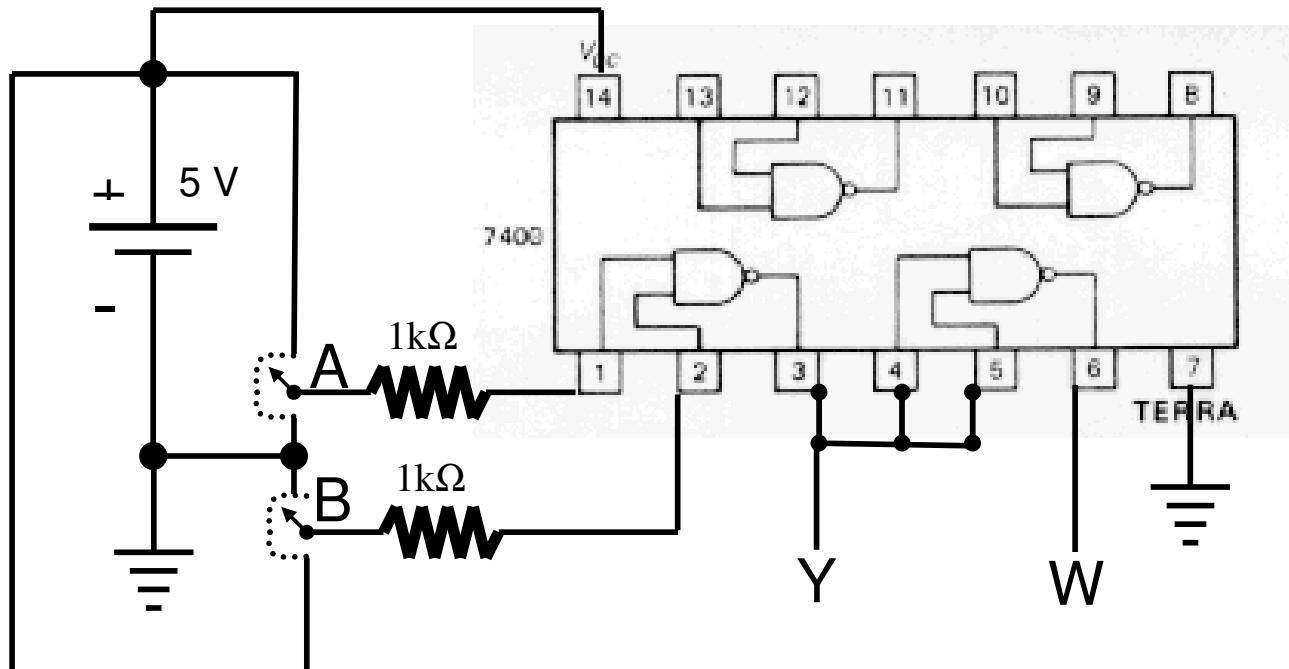

Figura 2 : Montagem para a Experiência 2.
1. Monte o circuito da figura 2 usando o CI 74LS00.
1. Monte o circuito da figura 3 (fornecido apenas o diagrama lógico). Modifique a montagem da Experiência 2 e use a figura 2 como orientação.